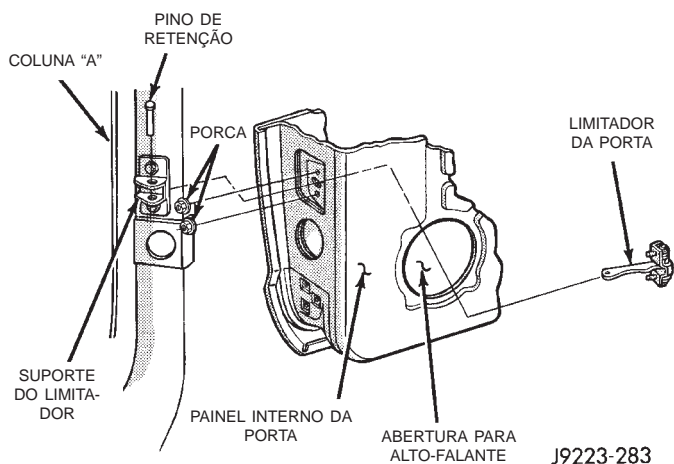

Fig. 32 Limitador da Porta
(1) Remova o painel de acabamento da porta.
(2) Remova o alto-falante do painel interno da porta.
(3) Com uma punção, remova do suporte, o pino de retenção do limitador da porta.
(4) Remova as porcas e o limitador através da abertura do alto-falante (Fig. 32).